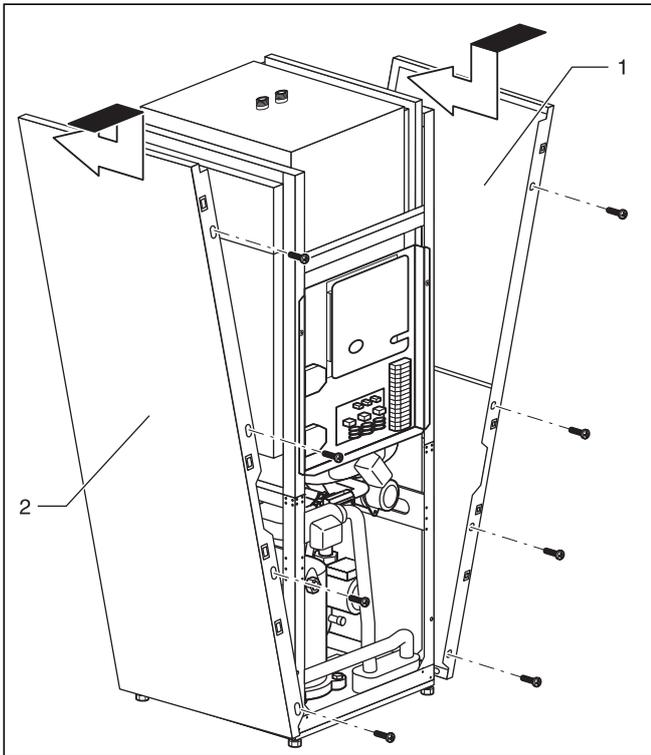

Fig. 6.20 Montar el revestimiento lateral
- Lleve los dos revestimientos laterales (fig. 6.20, pos. **1** y **2**) hacia abajo en el marco de la bomba de calor, deslice cada revestimiento hacia atrás y atorníllelos desde la parte frontal con cuatro tornillo de sujeción respectivamente.